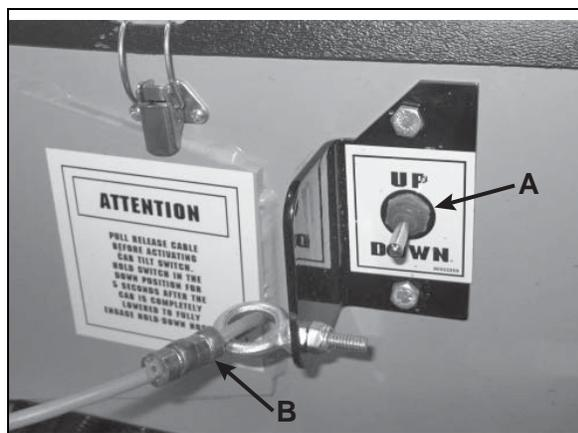

Figura 2
Na maioria dos casos, o seletor de comando de inclinação da cabine está localizado na longarina do chassi à esquerda (Figura 2). O cabo de liberação da escora de segurança está localizado na longarina à esquerda, ao alcance do interruptor de inclinação.
6. Depois que a escora de segurança tiver caído sobre o cilindro, mova o seletor de comando de inclinação até a posição DOWN (Figura 2) e abaixe a cabine ligeiramente até que a escora de segurança descanse inteiramente na parte superior do cilindro de inclinação (Figura 3).